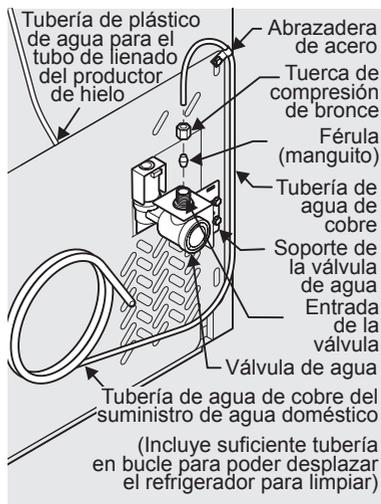

Figura 1
- Si usa tuberías de cobre: deslice la tuerca de compresión de bronce y luego la férula (manguito) en la tubería de suministro de agua. Empuje la tubería de suministro de agua hacia el interior de la entrada de la válvula de agua lo más posible ($\frac{1}{4}$ de pulgada/6,4 mm). Deslice la férula (manguito) en la entrada de la válvula y apriete manualmente la tuerca de compresión sobre la válvula. Ajuste otra media vuelta con una llave; NO apriete en exceso. Consulte la Figura 1.